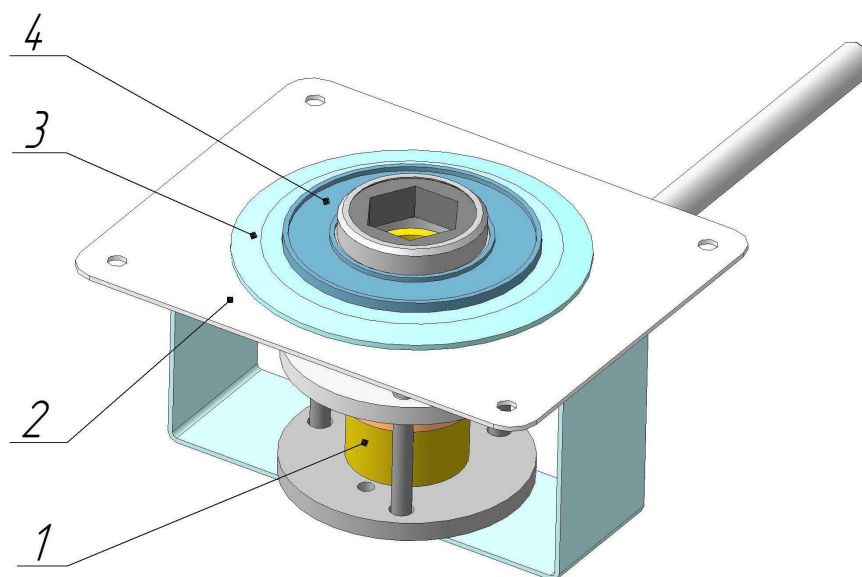

Рис.1 СКБ-1 ДЖЕТ 427 00 00 00
4.1 СКБ-1 в сборе (см. рис.1) состоит из клапана газового 1, панели 2, кольца 3 и запорной планки 4.
4.6. Для выключения СКБ-1 необходимо нажать до упора планку запорную 4 (см. рис.1) и вынуть штекер из клапана газового 1.
5.1 Для установки СКБ-1 см. рис.1 необходимо: